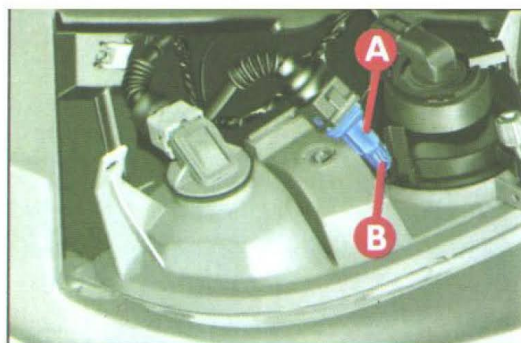

fig. 12
- 2) girar o porta-lâmpada **A**-fig. 12 de meia volta e retirá-lo;